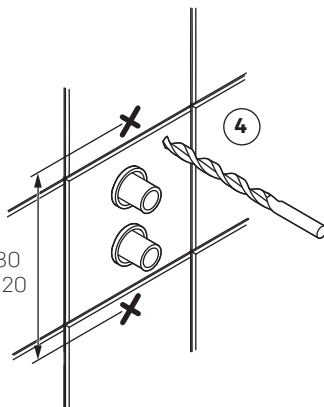

Fig. 1
4. Skruvfästningar i våtzon 1 ska göras i betong eller annan massiv konstruktion, träreglar, träkortlingar eller i konstruktion som är provad och godkänd för infästning, till exempel skivkonstruktion. Se exempel på godkända konstruktioner på saker.vatten.se. Alla infästningar i våtzon 1 och 2 ska tätas, se "Fig. 1" eller "Fig. 2". Material för tätning ska fästa mot underlaget och vara vattenbeständigt, mögelresistent och åldersbeständigt.
4. The screw mountings should be of a sturdy design, for instance made of concrete, wooden studs, wooden nogging pieces or a design that has been tested and approved for mounting, e.g. pad design. All attachment points must be sealed. See "Fig. 1" or "Fig. 2". The sealant material must attach firmly to the underlying surface and be water-resistant, mould-resistant and non-ageing.
4. Skruinnfestinger skal gjøres i betong eller annen massiv konstruksjon, trebjelker, trestendere eller i konstruksjon som er testet og godkjent for innfesting, f.eks. platekonstruksjon. Alle innfestinger skal tettes, se "Fig. 1" eller "Fig. 2". Materialet for tetting skal feste mot underlaget og være vannbestandig, muggresistent og aldersbestandig.